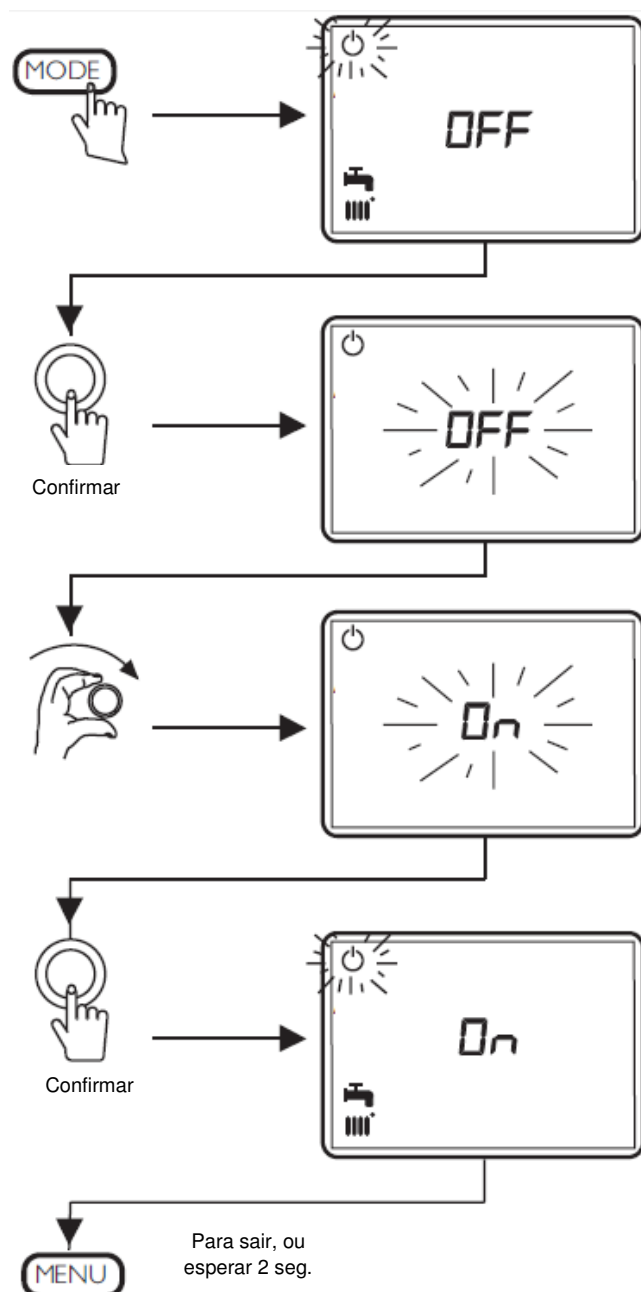

Fig. 20: Diagrama de alteração do modo espera a modo operação
- Seguir o diagrama da Fig. 20.